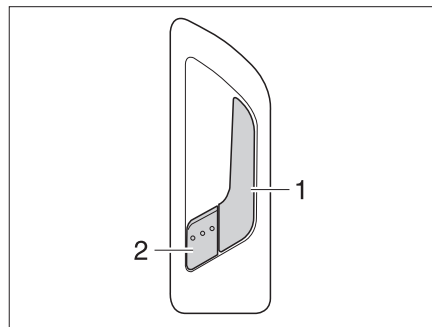

Fig. 42 Serratura della porta di ingresso, lato interno
- Tirare la maniglia (Fig. 42,1). La serratura della porta si sblocca. La leva di sicurezza (Fig. 42,2) scatta automaticamente all'infuori.
- Premere la leva di sicurezza (Fig. 42,2).